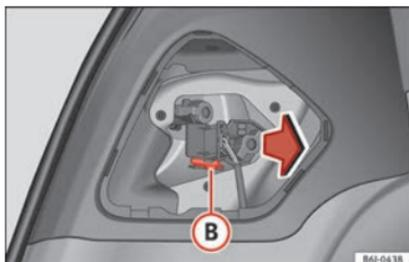

Fig. 199 Smontaggio del portalampadine.
- Smontare il portalampadine premendo sul clip di fissaggio **B** »»» **fig. 199** ed estraendolo.